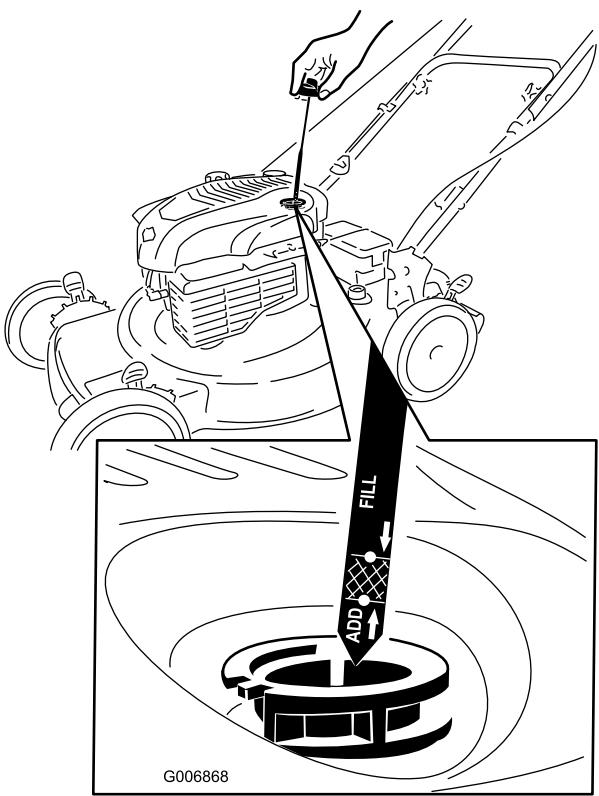

Figura 26
2. Togliete l'asta di livello (Figura 26).
- Versate **lentamente** l'olio nel tubo di riempimento finché non raggiunge il segno di **pieno** sull'asta (Figura 26). **Non riempite troppo.** (Riempimento massimo: 0,59 litri, tipo: olio detergente SAE 30 con service classification API SF, SG, SH, SJ, SL o superiore.)